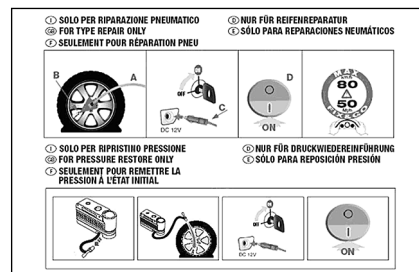

fig. 2
- ☐ pieghevole informativo (vedere **fig. 2**), utilizzato per un pronto uso corretto del kit di riparazione rapida e successivamente consegnato al personale che dovrà maneggiare il pneumatico trattato;